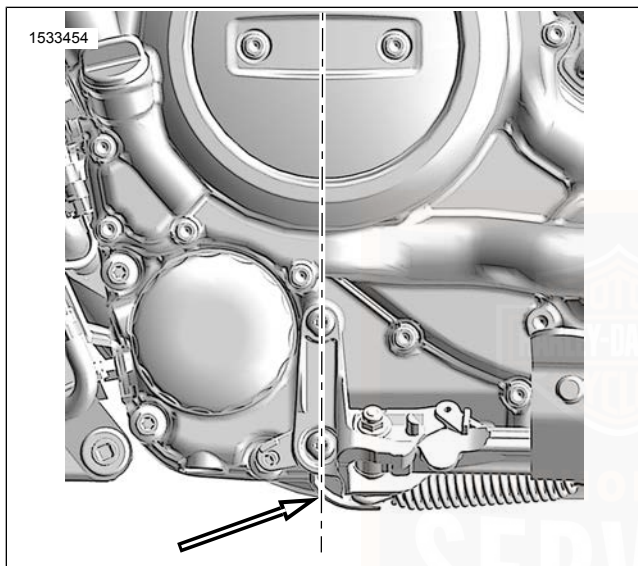

Abbildung 54. Mittellinie der Kurbelwelle
- Siehe Abbildung 54. Beim Anheben des Motorrads von unten heben Sie es immer direkt unter der Mittellinie der Kurbelwelle an. Legen Sie Holz zwischen Motorrad und Hebevorrichtung.